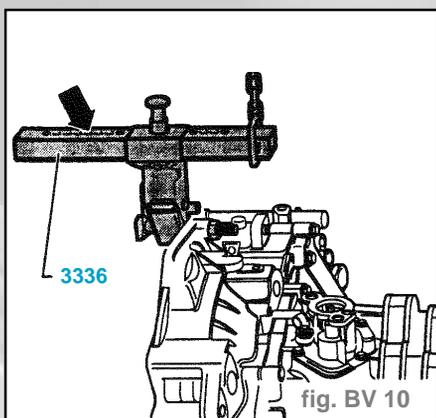

fig. BV 10
- Visser les éléments de fixation (A) comme représenté sur la plaque d'ajustage.
- Placer le lève-boîte sous le véhicule. La flèche (B) sur la plaque d'ajustage doit être dirigée dans le sens de la marche du véhicule.
- Visser le dispositif de suspension de BV **3336** sur le carter d'embrayage (fig. BV 10).